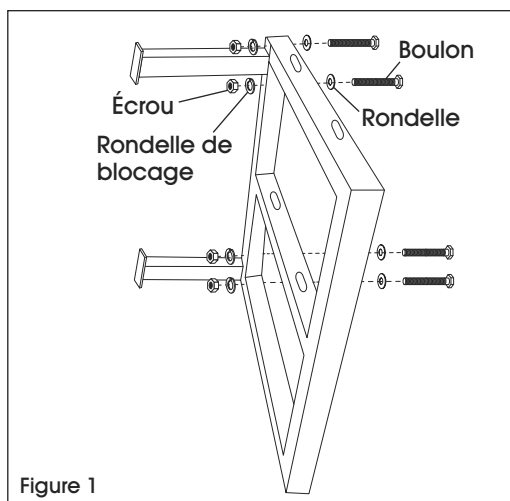

Figure 1
1. Attach upper and lower braces to upright using included bolts, washers, lock washers and nuts. (See Figure 1)
1. Fixez le renfort supérieur et inférieur au montant à l'aide des boulons, rondelles, rondelles de blocage et écrous fournis. (Voir Figure 1)